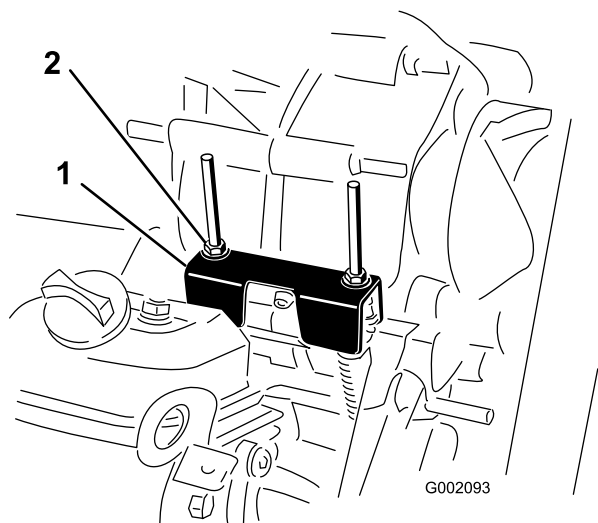

Figura 61
Durante l'esecuzione della manutenzione ordinaria e/o della diagnostica del motore, portate il transaxle in FOLLE (Figura 61). La macchina è dotata di una posizione FOLLE sulla leva del cambio che controlla la folle nel transaxle. Per accertarvi che la leva del cambio in folle agisca correttamente sulla posizione di folle del transaxle, osservate i punti sotto indicati:
2. Assicuratevi che la staffa di folle sia in posizione di FOLLE (a livello della staffa di montaggio per cavo che si trova sotto la staffa del cambio) girando la frizione della trasmissione (Figura 61).
3. Ruotate uno dei dadi di bloccaggio (Figura 61) per ottenere un gioco di 0,762–1,524 mm tra la base del dado/della rondella e la staffa di folle.